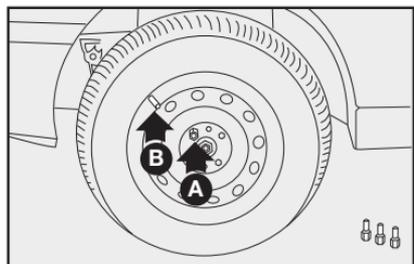

fig. 20
7) Introduzca el primer tornillo **A**-fig. 20, en el orificio más cercano a la válvula de inflado **B**.